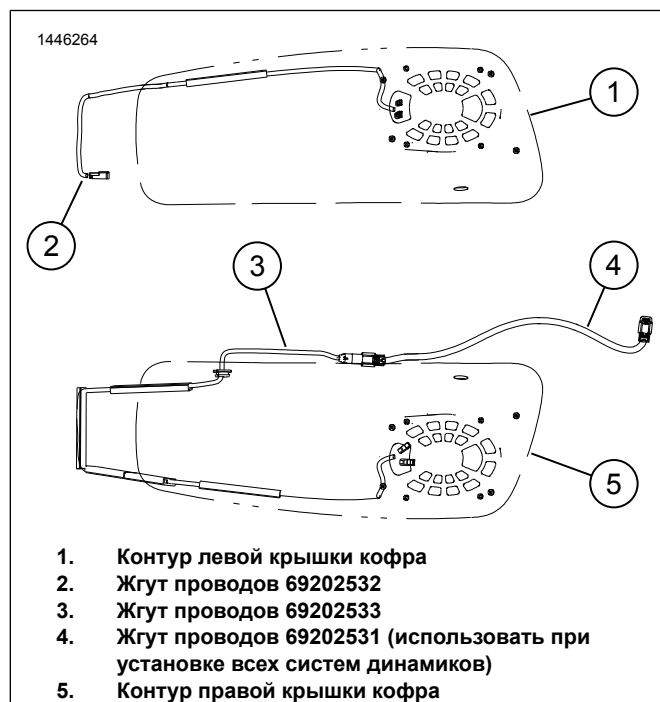

Рисунок 2. Настройка и прокладка жгута проводов
a. См. рис. 2. Расположите жгут проводов 69202532 (2).
a. См. рис. 2. Расположите жгут проводов 69202533 (3).
b. Проложите жгут проводов (2) как показано.
- ф. Проложите жгут провод (2) через отверстие прокладки.
- г. Установите прокладку (3) на жгут проводов (2).
- h. Отрегулируйте прокладку (3) по мере необходимости и установите в кофр.
4. См. рис. 2. Расположите жгут проводов 69202531 (4).
- а. Подключите 4-контактный конец 69202531 (4) к разъему жгута проводов главного усилителя (351A) под правой боковой крышкой.